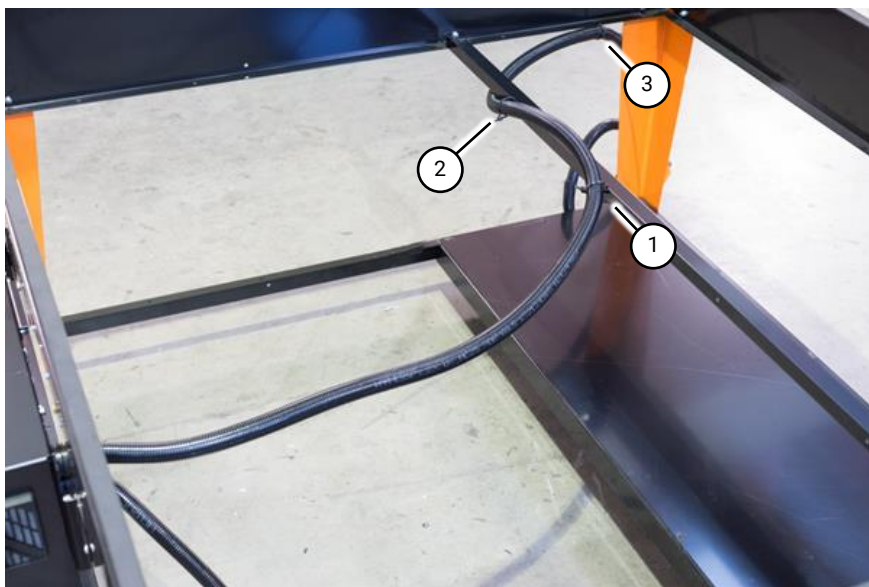

Fig 9 Fixation du câble
1. Une fois le boîtier de commande monté, placez l'arrêt d'urgence / le câble de commande au coin avant gauche ou avant droit de la table, selon le côté sur lequel vous souhaitez monter le support de l'ordinateur portable et fixez-le à l'aide des serre-câbles fournis (Fig 9 (1), (2) & (3))